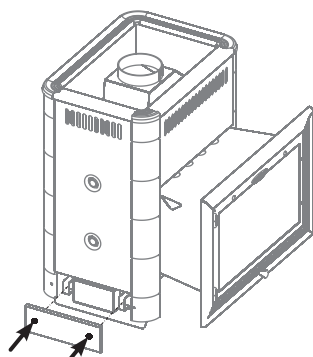

Рисунок 13. Установка заглушки на другой стороне топки.
4. Закрепите заглушку к скобам имеющимися саморезами (см. рисунок 13)